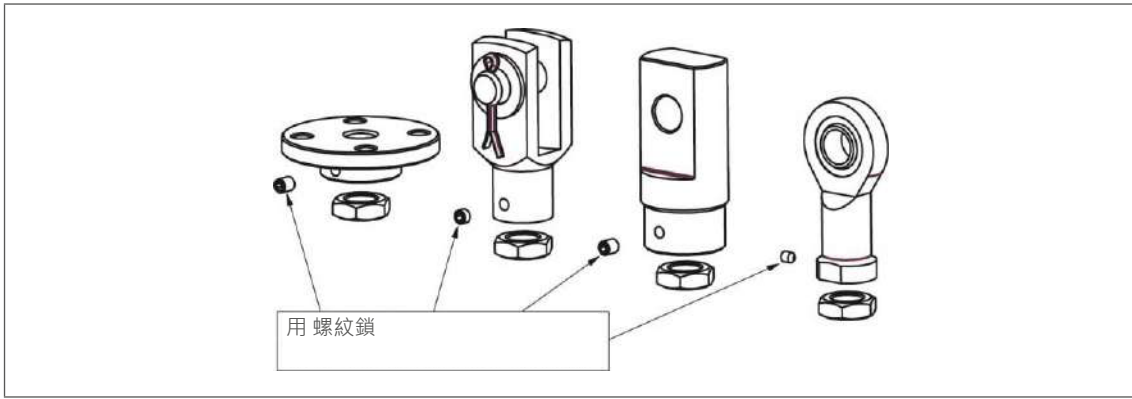

图 9: 调整位置后, 安装各配件如固定法兰、叉端、枢轴支承端、杆端等零件。
3. 将 ZE 和 Z 系列尺寸为 50、100 和 150 的螺钉用垫圈 (如 DIN 1441 标准) 装入深孔。装上主轴头 (见图 9), 用螺纹锁固剂 (如 Loctite) 固定安全螺丝, 装上锁紧螺母 (最大尺寸 100)。